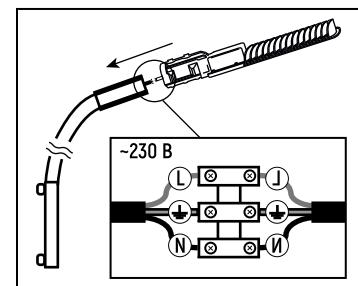

Рис.1
- Обеспечьте сетевой кабель питания и подключите к проводу светильника\* (Рис.1).
- Установите светильник на кронштейн, провод светильника поместите внутрь кронштейна или опоры (Рис.1).